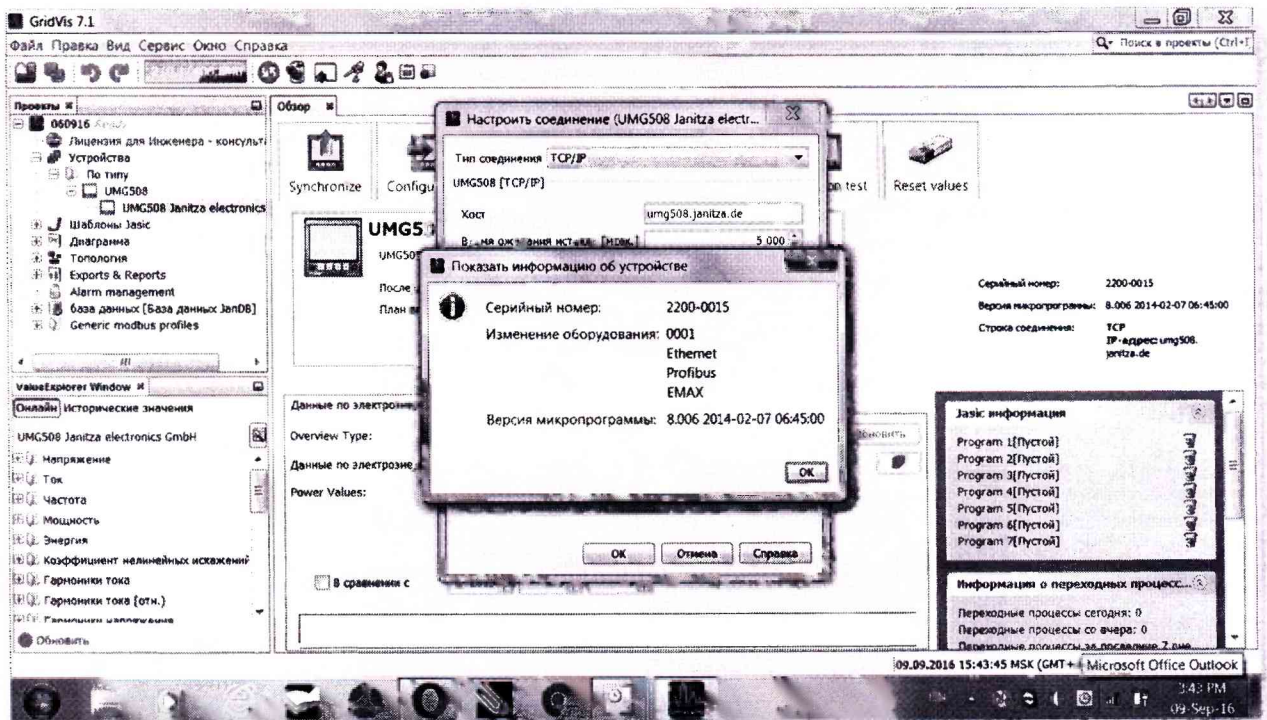

Рисунок 1
5. В появившемся окне зафиксировать номер версии встроенного ПО (рисунок 1). Он должен быть не ниже указанного в таблице 13.